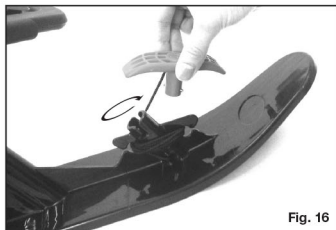

Fig. 16
16. Pour replacer la poignée de la corde de remorquage, enroulez la corde de remorquage autour du centre du verrou de sécurité. **Assurez-vous de glisser la corde de remorquage dans le verrou de sécurité lorsque vous l'enroulez.** (Voir Fig. 16)